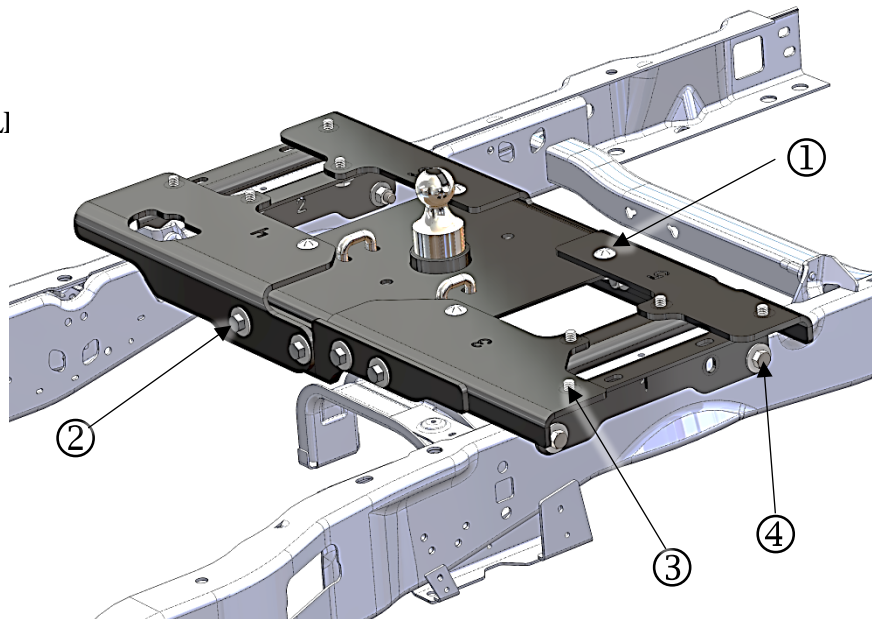

FIGURE 7
SÉQUENCE DE SERRAGE DE LA VISSERIE - FIGURES 7 ET 8
1. Serrer toute la visserie dans l'ordre suivant - **Figure 7**